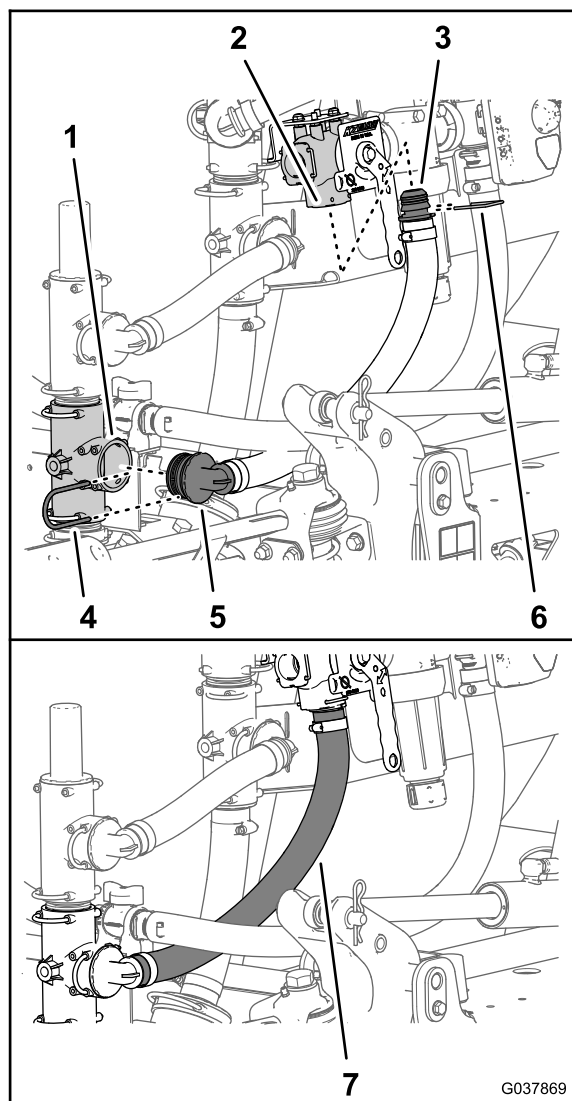

図 71
1. スプレーヤ給液ホース 25 x 486 mm のバンプ付きストレートフィッティングを、エダクタ停止バルブの入り口ポートに取り付ける 図 71。
2. バンプ付きストレートフィッティングを、エダクタ停止バルブに取り付ける停止バルブに付属しているリテーナを使用する 図 71。
3. スプレーヤ給液ホースの90°フィッティングを、スプレーヤポンプのT字フィッティングの空いているポートに組み付ける 図 71。
4. 90°フィッティングを、T字フィッティング付きのリテーナ 図 71 ステップ 5 攪拌パイプスホースとスプレーヤ給液ホースを取り外す (ページ 16) で外したものに取り付ける。